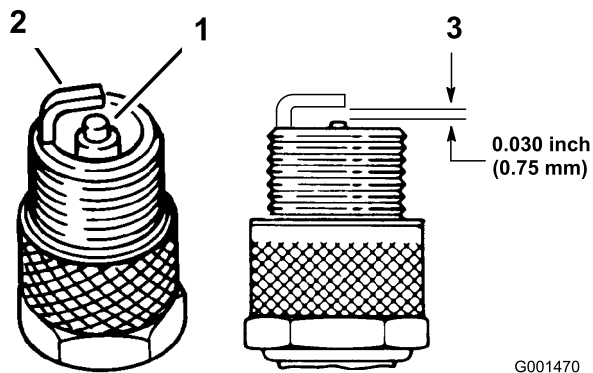

Figura 24
1. Mire la parte central de las bujías (Figura 24). Si se observa un color gris o marrón claro en el aislante, el motor está funcionando correctamente. Si el aislante aparece de color negro, significa que el limpiador de aire está sucio.
3. Compruebe la separación entre los electrodos central y lateral (Figura 24). Si la distancia no es correcta, doble el electrodo lateral (Figura 24).
3. Conecte los cables a las bujías (Figura 24).